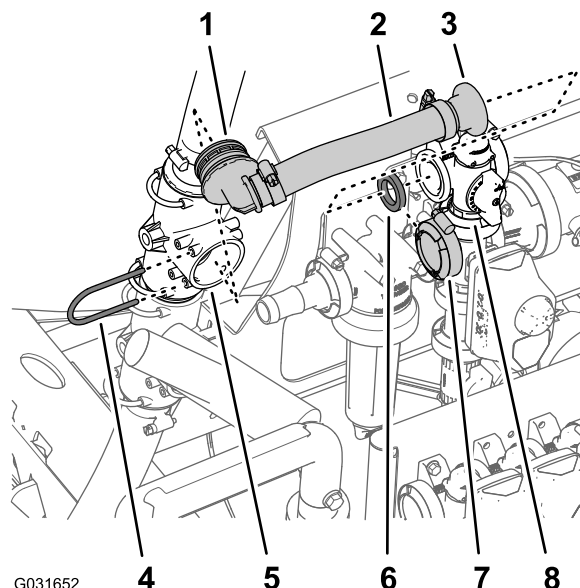

Bild 217
1. Nehmen Sie den Halter ab, mit dem das gezahnte 90°-Anschlussstück für den Überlaufschlauch am oberen T-Anschlussstück befestigt ist, und nehmen Sie das 90°-Anschlussstück vom T-Anschlussstück ab (**Bild 217**).
2. Entfernen Sie die Flanschklammer, mit der das gerade Flanschanschlussstück und die Dichtung am Flansch für das Rührwerkventil befestigt sind, und nehmen Sie den Überlaufschlauch von der Maschine ab (**Bild 217**).